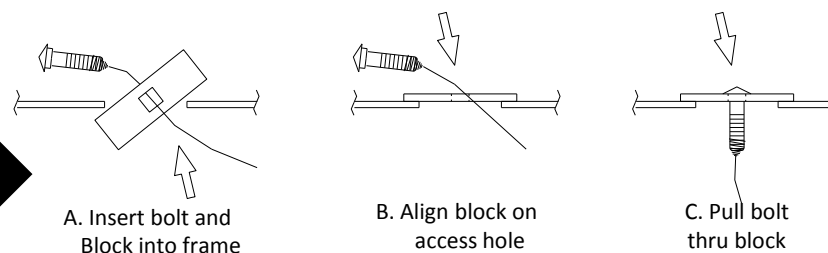

Figure 3
5. Retirer les écrous du goujon de pare-chocs inférieur – Utiliser une douille 18 mm pour retirer l'écrou du goujon, un (1) de chaque côté.
6. Desserrer la barre du capteur - Utiliser une douille 10 mm pour desserrer deux (2) écrous qui fixent la barre du capteur sur le véhicule (inutile d'enlever complètement, seulement desserrer).
8. Acheminer les boulons - À l'aide de la méthode du fil de tirage inversé (Figure 3), poser les boulons de carrosserie et les blocs dans les trous percés à l'étape précédente, laisser les fils de tirage attachés.